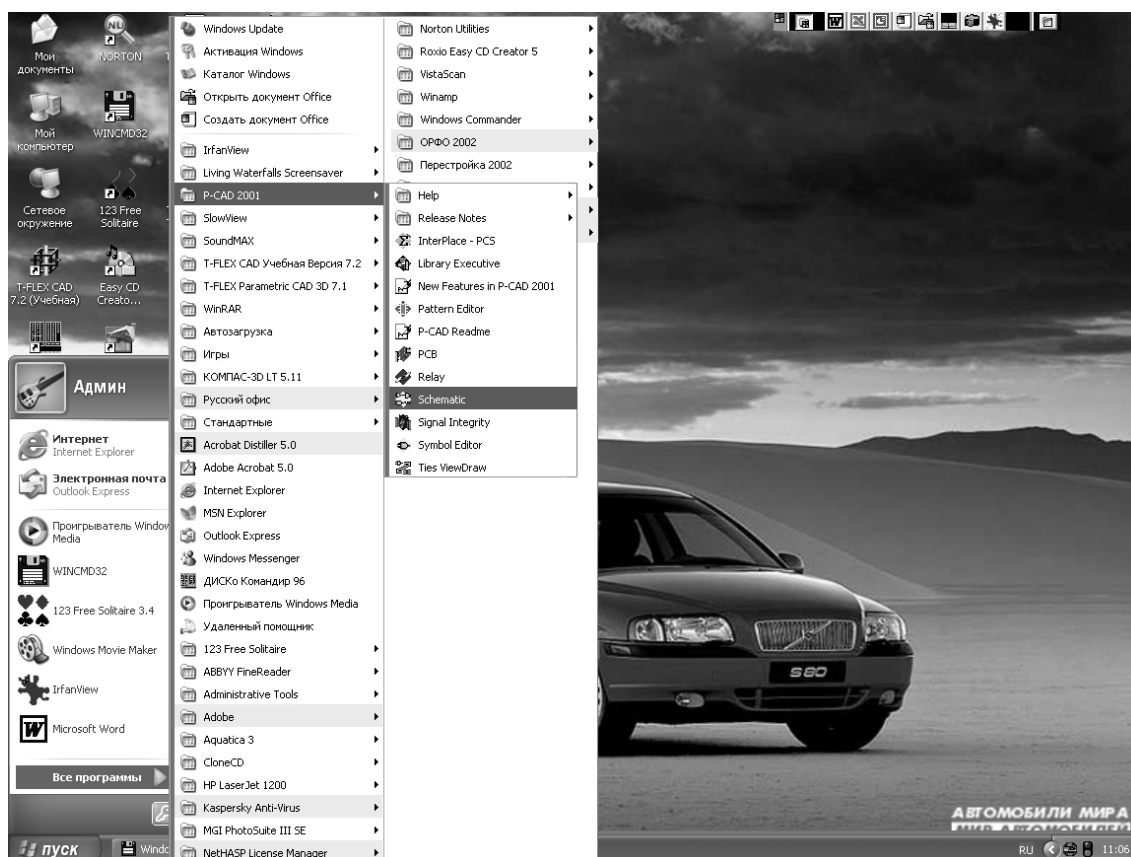

Рис. 3.1. Путь для запуска программы **Schematic**
Для создания схем электрических принципиальных в P-CAD 2001 следует использовать программу **Schematic**. Чтобы ее активизировать, следует дать команду **Пуск | Программы | P-CAD 2001| Schematic** (рис. 3.1). При этом перечень доступных для Windows объектов (программ), указанных в первой и второй колонках, скорее всего, не будут совпадать с программным обеспечением, установленным на Вашем компьютере.
3. Произвести запуск программы **Schematic** (рис. 3.1).